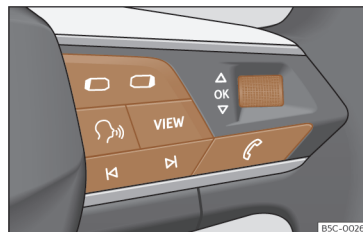

Fig. 64 Lado direito do volante multifunções: botões para utilizar os menus e as indicações informativas do painel de instrumentos (conforme versões).
Enquanto existir uma advertência com prioridade 1 >>> Página 79, não será possível aceder a nenhum menu. Algumas advertências podem ser confirmadas e ocultadas com o botão **OK** do volante multifunções >>> **Fig. 64**.
- Se aparecer uma mensagem ou o pictograma de um veículo, pressione o botão **OK** >>> **Fig. 64**; se for necessário, várias vezes.
- Para mudar de menu use os botões  ou  >>> **Fig. 64**.
- Para abrir o menu ou a indicação informativa exibida, pressione o botão **OK**»» Fig. 64 ou espere alguns segundos até que o menu ou a indicação informativa se abra automaticamente.
- No menu visualizado, rode a rodinha direita do volante multifunções»» Fig. 64 até que a opção de menu desejada fique realçada. A opção aparece assinalada.
- Pressione o botão **OK**»» Fig. 64 para realizar as alterações desejadas. Uma marca indica que a função ou o sistema em questão estão ativos.
Pressione o botão **OK** ou **OK**»» Fig. 64.